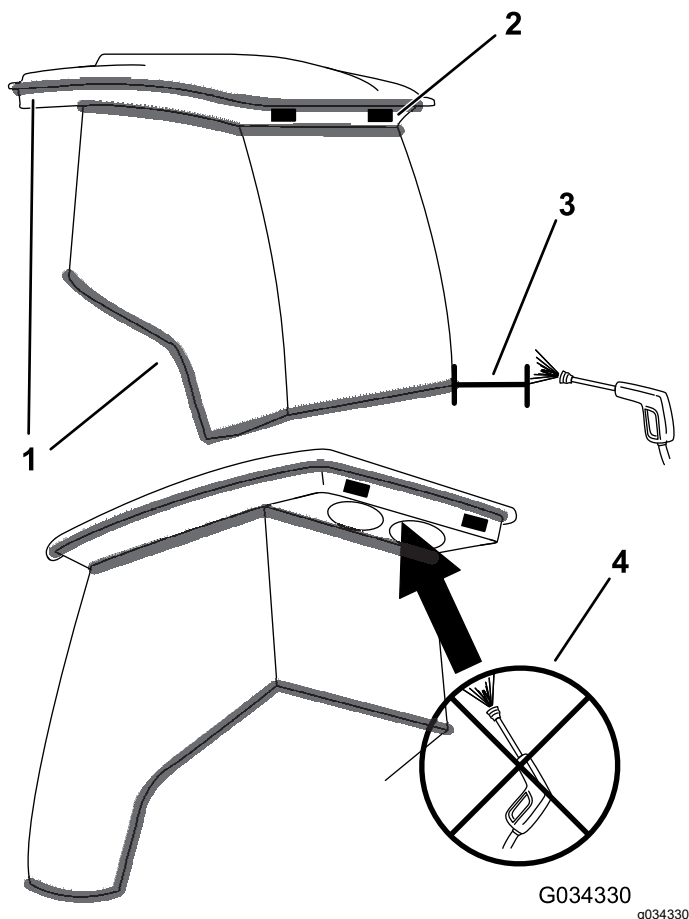

Figure 96
**Important:** Faites attention près des joints de la cabine et des éclairages (Figure 96). Si vous utilisez un nettoyeur haute pression, n'approchez pas le jet à moins de 60 cm de la machine. N'utilisez pas le jet haute pression directement sur les joints et les éclairages de la cabine ni sur l'avancée arrière.